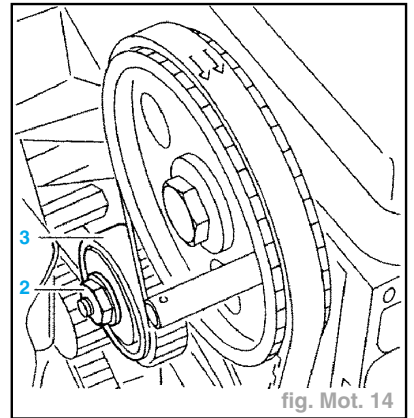

fig. Mot. 14
- Desserrer l'écrou du galet tendeur (2) (fig. Mot. 14).
- Serrer l'écrou (2) (fig. Mot. 14).